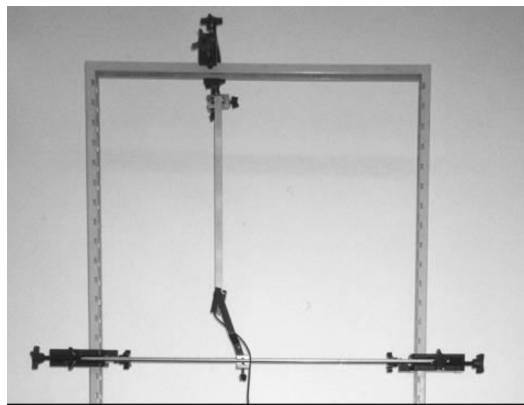

Figura No. 1
1. Instale el arreglo mostrado en la *Figura No. 1* y con ayuda de su profesor verifique que todo el equipo esté conectado adecuadamente. Ajuste la fotoc compuerta de tal manera que la barra de metal pase por la línea de acción del sensor.